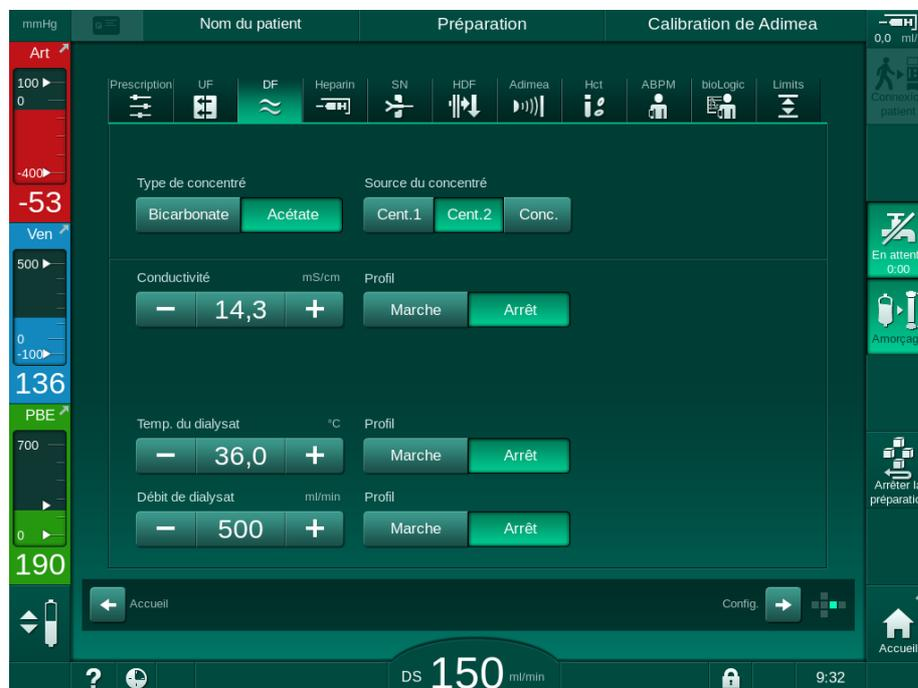

Fig. 5-17 Paramètres de DF sur l'écran *Entrée*
1. Sélectionner *Profil, Marche* pour le paramètre correspondant sur l'écran de paramétrage DF (Fig. 5-17 Paramètres de DF sur l'écran Entrée (119)).